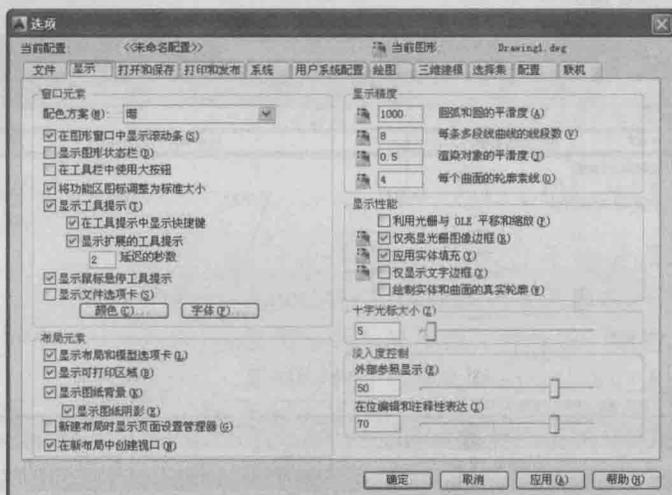
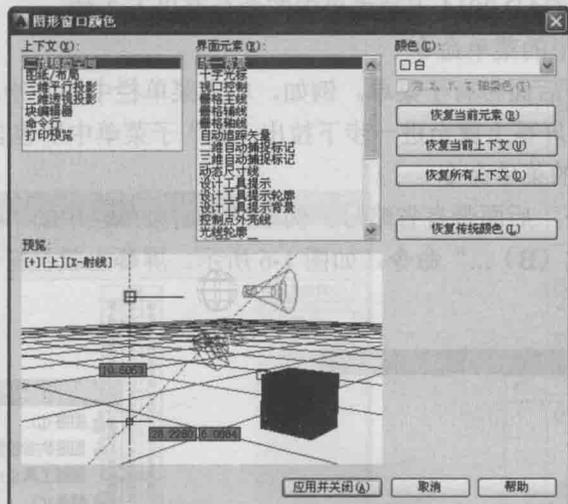

图 1-2 “选项”对话框中的“显示”选项卡
图 1-3 “图形窗口颜色”对话框
十字线的方向与当前用户坐标系的 X 轴、Y 轴方向平行，十字线的长度系统预设设为屏幕大小的 5%，如图 1-2 所示。
1) 在绘图窗口中选择工具菜单中的选项命令。屏幕上将弹出系统配置对话框。打开显示选项卡，在“十字光标大小”区域的编辑框中直接输入数值，或者拖动编辑框后的滑块，即可以对十字光标的大小进行调整，如图 1-2 所示。
(1) 在图 1-2 所示的选项卡中单击“窗口元素”区域中的“颜色”按钮，将打开图 1-3 所示的“图形窗口颜色”对话框。
(2) 单击“图形窗口颜色”对话框中“颜色”字样下边的下拉箭头，在打开的下拉列表中，选择需要的窗口颜色，然后单击“应用并关闭”按钮，此时 AutoCAD 2014 的绘图窗口变成了窗口背景色，通常按视觉习惯选择白色为窗口颜色。